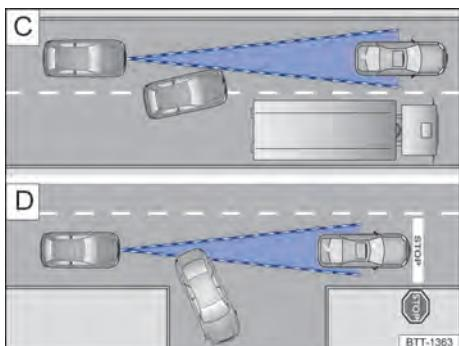

Fig. 101 **C** Mudança de faixa. **D** Veículo virando ou parado.
Por exemplo, se um veículo detectado pelo ACC virar ou mudar de faixa, e se houver um veículo parado à frente deste veículo, o ACC não reagirá ao veículo parado → Fig. 101 .
- Veículos que mudam para a faixa onde você se encontra com pouca distância do veículo → Fig. 101 .